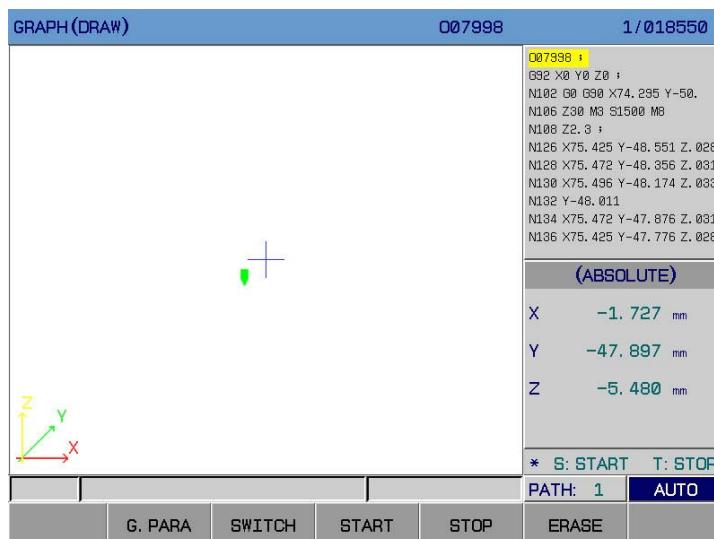

Fig. 3-5-2
2) Graphic page Press soft key 【GRAPH】 to enter this page (Fig. 3-5-2):